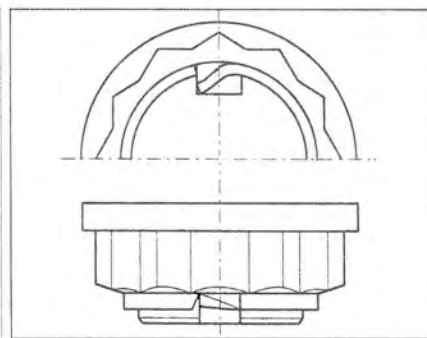

Рис. 5.109. Заблокируйте гайку крепления фланца.
21. Заблокируйте гайку крепления фланца (рис. 5.109).